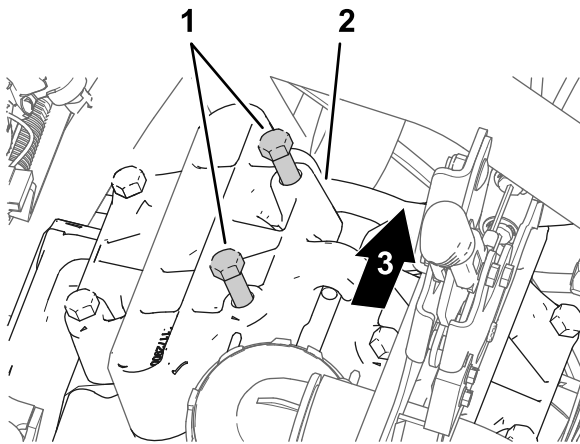

Bild 178
1. Lösen Sie am Pumpenkopf, der sich an der 11-Uhr-Stellung befindet, die zwei Schrauben, wie in Bild 178 abgebildet, um einen 7 mm bis 10 mm großen Abstand zwischen dem Kopf der Schrauben und der Pumpe zu erhalten.